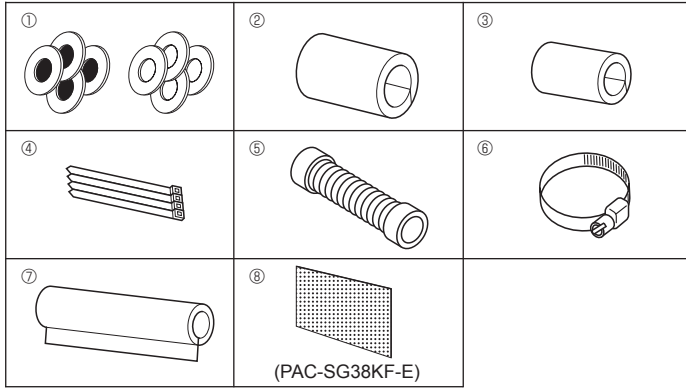

Fig. 3-1
3.1. İç ünitenin aksesuarlarını kontrol edin (Fig. 3-1)